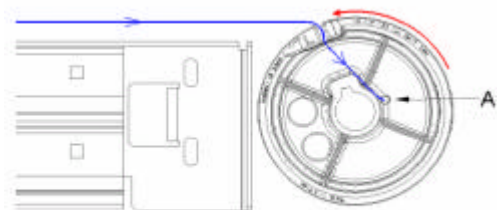

Fig 21
Nehmen Sie das Ende des Stahlseils und schieben Sie es durch die Aussparung in das Seilverankerungsloch (A) der Seiltrommel und drehen Sie die Seiltrommel so, dass das Seil nicht mehr durchhängt und mindestens ½ Windung** Seil auf der Trommel liegt. *Siehe Abbildung 21*. Setzen Sie danach den Keil zwischen Welle und Seiltrommel ein.